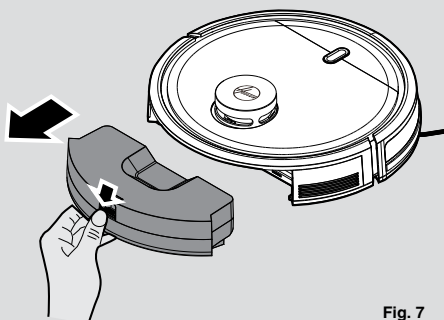

Fig. 7
2. Si se necesita mantenimiento adicional, pulse el botón de liberación y extraiga el depósito de polvo. [Fig. 7]
1. Después de aspirar, retire el depósito de polvo, pulse el botón de liberación y tire de él. [Fig. 7]